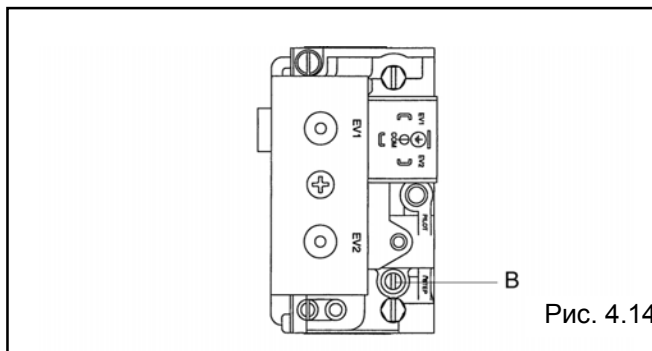

Рис. 4.14
- Вращая регулятор плавного розжига (В), установите требуемое давление для плавного розжига (рис. 4.14).